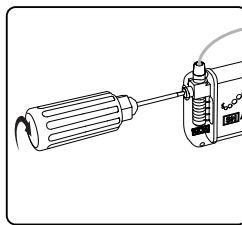

Abbildung 6: Die Elektrode durch Festziehen der Stellschraube auf die Rückhaltehülse im Uhrzeigersinn befestigen.
5. Den Drehmomentschlüssel vollständig in das Loch an der Anschlussleiste des Neurostimulators einführen. Die Stellschraube durch Drehen des Drehmomentschlüssels im Uhrzeigersinn festziehen, bis ein Klicken vernehmbar ist (**Abbildung 6**).